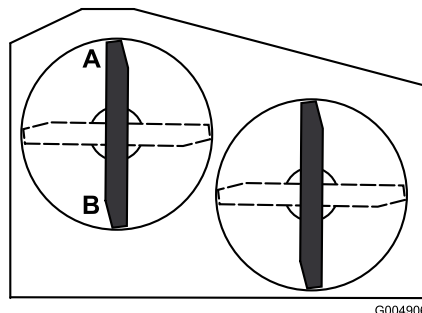

Figura 59
una superficie piana fino al tagliente della punta della lama (Figura 59).
4. Disponete le lame in posizione longitudinale rispetto alla macchina. Misurate ai punti C e D (Figura 59) da una superficie piana fino al tagliente delle lame.